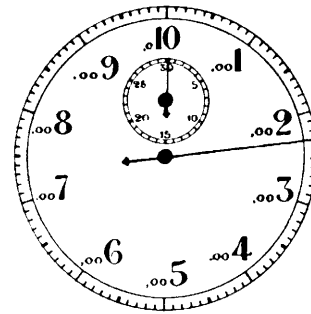

Abb. 349 Zifferblatt einer Stoppuhr mit Zehntausendstelstunden-Skala
**f. Zehntausendstelstunden-Skala:** Die große Skala ist wieder in 100 Teile geteilt. Hier entspricht aber einem Teilstrich der zehntausendste Teil einer Stunde, also 0,36 Sekunden (Abb. 349). Daher dreht sich der große Zählzeiger in 36 Sekunden einmal herum. Der kleine Zählzeiger gibt in der üblichen Weise die Minuten an.